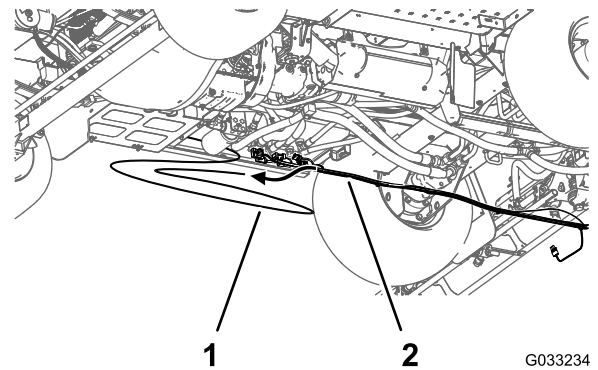

Bild 27
7. Ziehen Sie den Druckmessschlauch für das Messgerät am Armaturenbrett aus dem hinteren Maschinenkabelbaum (Bild 27).